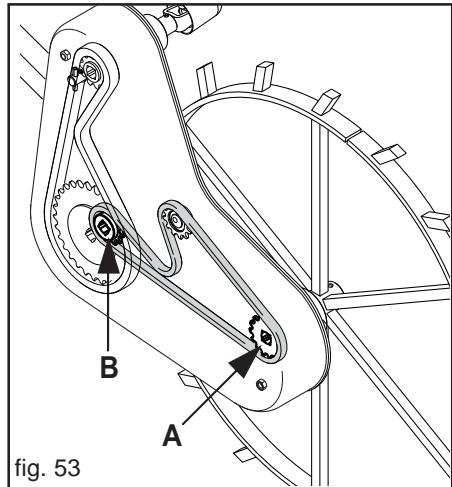

fig. 53
- Die korrekte Funktion des Dosiersystems haengt grundsaetzunglich von den im Antriebskasten des Spornrades eingesetzten Kettenraedern (siehe Tabelle 5 «A-B», Abb. 53) entsprechend der Arbeitsbreite der Drille ab!